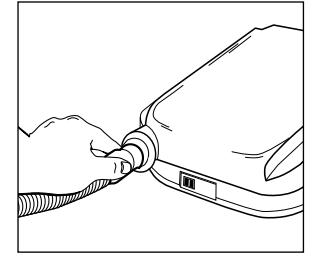

Figura 4
- Conecte el tubo de 6 pies de longitud y 22 mm de diámetro en la conexión de salida de la parte delantera del equipo **Figura 4**. El aire se suministra desde aquí.